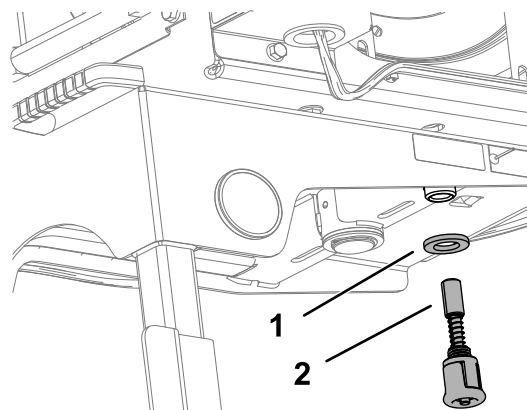

Рисунок 23
6. Установите шайбу и пружинный штифт на нижнюю поверхность рамы шлангового барабана (Рисунок 23).